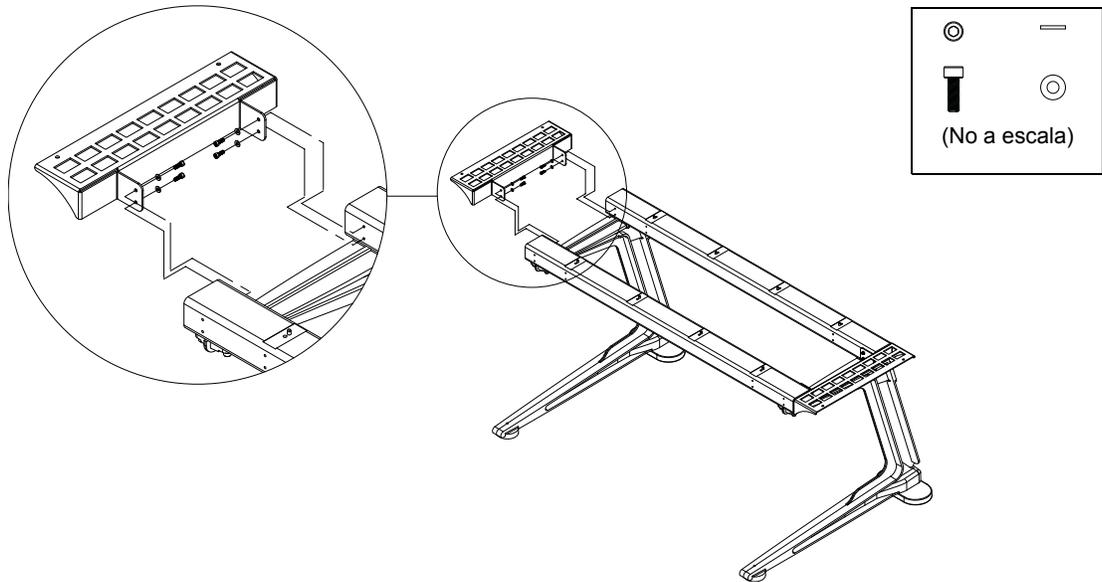

Figura 6. Unir la repisa izquierda (la repisa derecha aparece ya montada)
- Utilizando cuatro tornillos y arandelas por lado, une las repisas para los extremos derecha e izquierda a las patas, tal y como se muestra en la Figura 6.